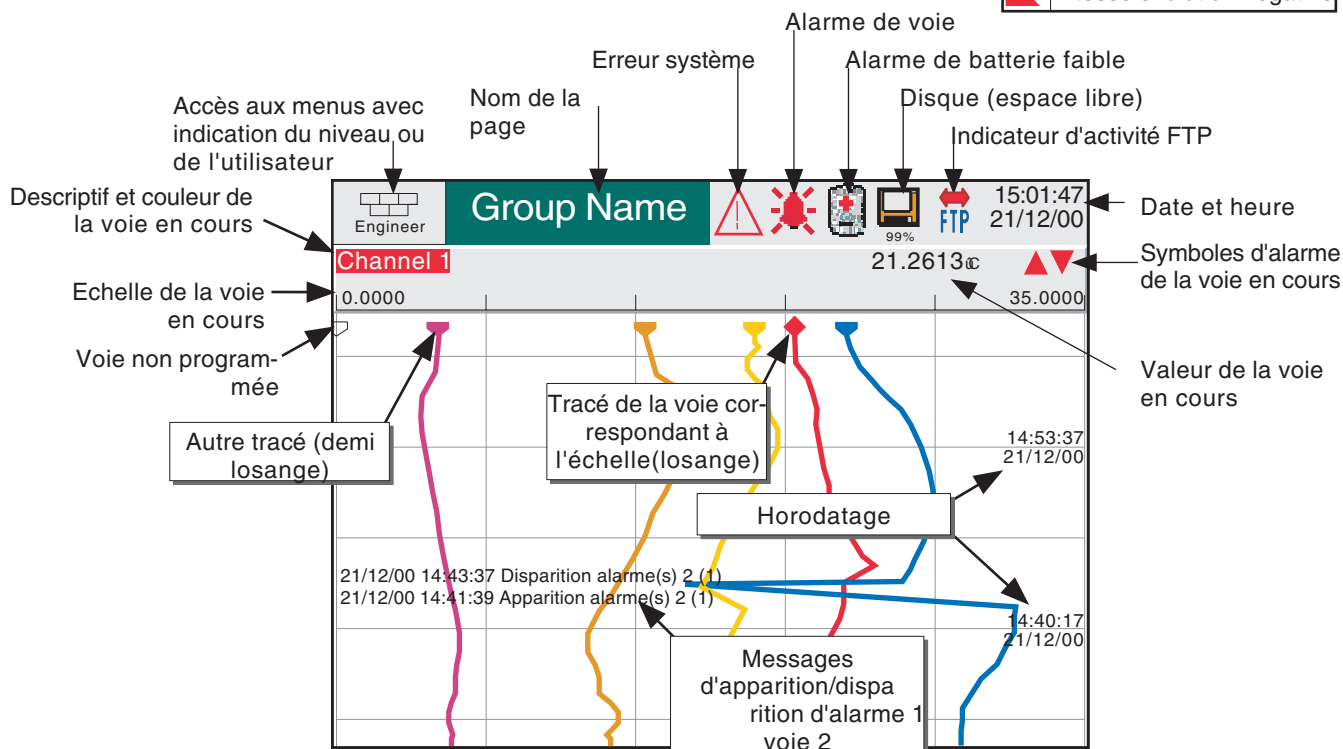

Figure 3 Description du format courbe
La figure 3, ci-dessous, décrit l'affichage typique en format courbes et donne les détails des autres formats.
**Vues**    Retourne à la page d'affichage des mesures depuis n'importe quelle page de l'enregistreur. Lors de la livraison, la page de démarrage est celle décrite en Figure 3 mais peut être modifiée dans le menu Configuration/Système en format barre-graphes verticaux ou horizontaux ou indicateurs.